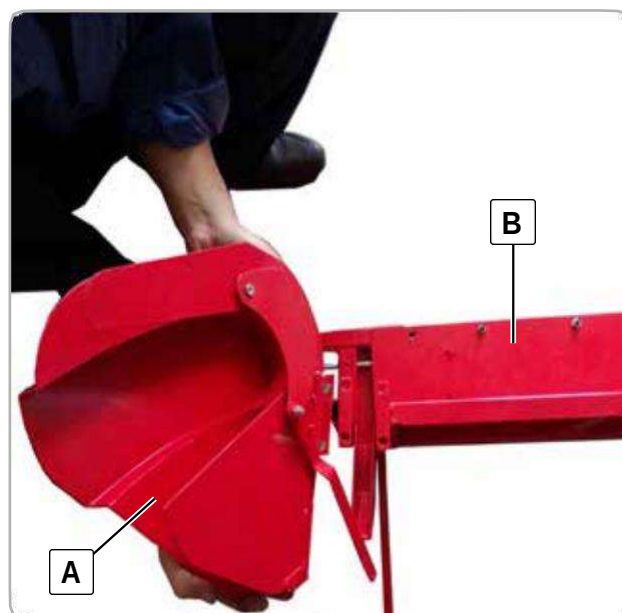

Fig.7a
Monter le protège-disque intérieur (A) avec la table de travail avec pieds (B) au moyen de 4 vis M6x15 avec 4 rondelles plates Ø6 et serrer avec 4 écrous de blocage M6 (voir Fig. 7a,b).